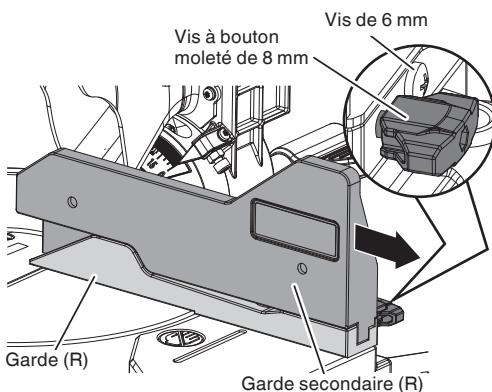

Fig. 12-a
5. Vérification pour l'utilisation de la garde secondaire (R) (Fig. 12-a)
**AVERTISSEMENT:** Pour une coupe en angle de biseau à droite, desserrer le bouton moleté de 8 mm de serrage, puis faire glisser la garde secondaire (R) vers l'extérieur et le retirer. Autrement le corps principal ou la lame de scie risque d'entrer en contact avec la garde secondaire (R) et causer une blessure.